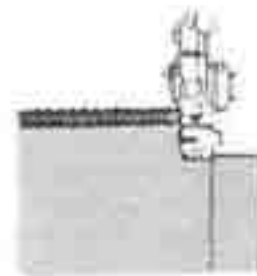

Fig. 99
5. Tournez le textile à coudre et abaissez le pied-de-biche ②, afin que la lame supérieure ⑱ se trouve sur la même ligne que le bord de coupe (Fig. 99).